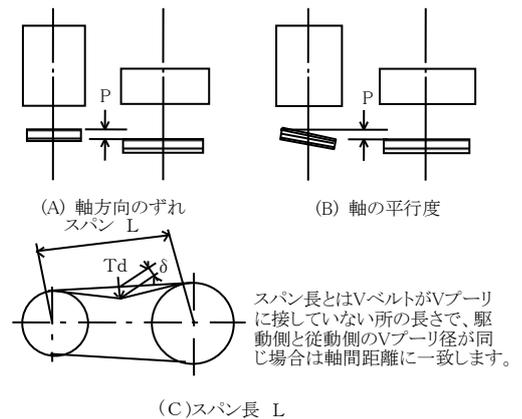
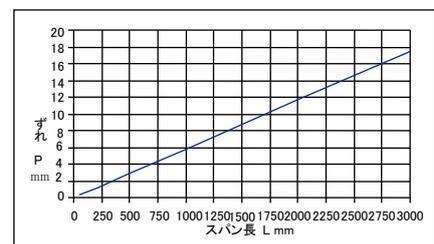
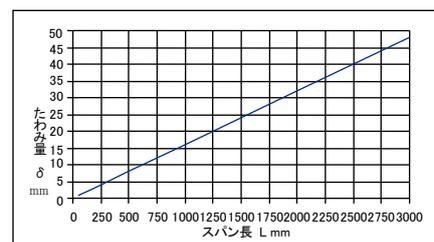

図9 Vプーリの心出し
図10 Vプーリのずれ許容寸法 (Pmm)
図11 Vベルトの必要たわみ量 (δ mm)
- (1) ファンは工場ですくしく心出し調整して出荷していますが、据付終了後再調整してください。
- (2) Vプーリのミスアライメントは、Vベルトの寿命を縮める要因になりますので、正確に調整をしてください。ミスアライメントには、Vプーリの軸方向のずれと軸の平行度の2つが含まれます。図9(A)が軸方向のずれで、同図(B)が軸の平行度です。それぞれのずれの許容寸法(Pmm)は、同図(C)に示されるVプーリ間のスパン長(Lmm)により、図10に示された値以下といたします。Vベルトを張った後で許容寸法を確認してください。ずれPは、極力小さく調整してください。
- (3) Vベルトは、取付張力が不足するとスリップが発生しやすくなり、Vベルトの寿命に影響を与えます。また、張力が高すぎるとVベルトの寿命を縮めるだけでなく、軸荷重が過大になり、軸受の寿命を縮めます。Vベルトの張り調整は次の手順により行います。
- たわみ量(δ mm)はスパン長(L mm)をはかり、図11より求めます。